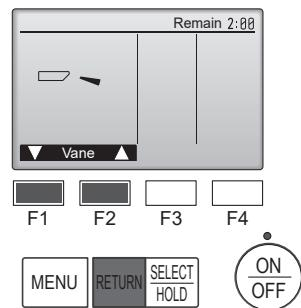

Fig. 7-4
- Appuyez sur la touche [SELECT/HOLD] pour afficher l'écran de fonctionnement du volet puis appuyez sur les touches [F1] et [F2] pour contrôler le volet automatique. (Fig. 7-4)